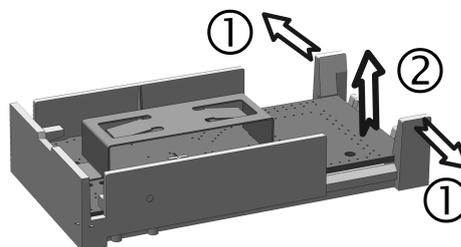

Imagen 3: Extracción de la placa de circuito
- Extraer la placa de circuito. Para ello, presionar con cuidado las dos lengüetas (Imagen 3) hacia los lados, para que la placa de circuito pueda extraerse hacia arriba.